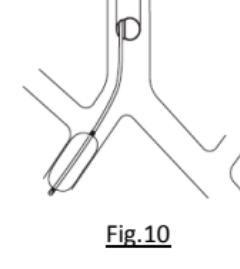

Fig.10
- For en pasient med den øvre fliken av høyre lunge plassert veldig nær den trakeale bifurkasjonen, kan blokkering av midtre og nedre fliker av høyre lunge, i stedet for hele høyre lunge, oppnås ved å plassere blokkeringen i den mellomliggende bronkien (Fig. 10).